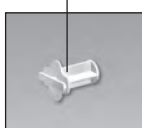

Figura 1 – Congelator și accesorii
1.1 Congelatorul conform figura 1 este destinat pentru congelarea alimentelor proaspete, depozitarea alimentelor congelate și prepararea de gheață.
1.6 Pentru iluminarea în congelator, este prevăzută o lampă LED în conformitate cu figura 1.